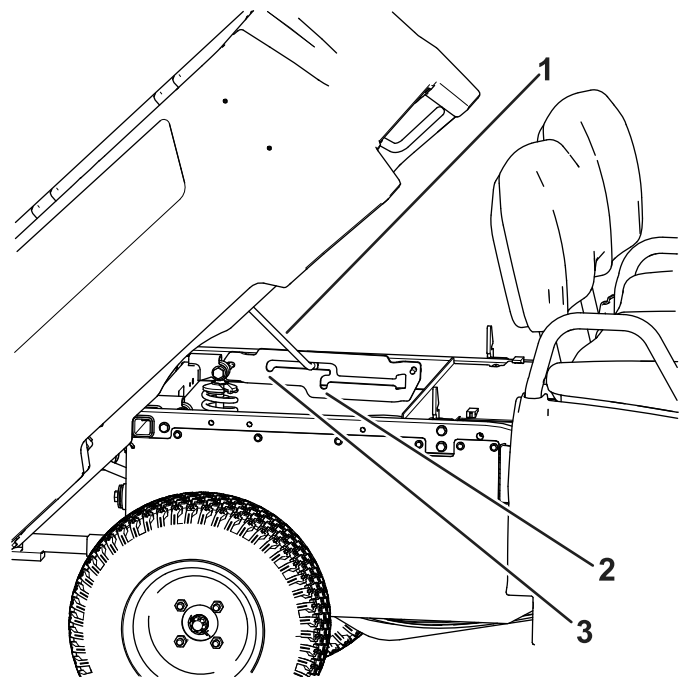

Figura 18
2. Tire de la varilla de sujeción hasta la ranura de retención de la posición de volcado para fijar la plataforma antes de volcar la carga (Figura 18).
2. Tire de la varilla de sujeción hasta que entre en la ranura de retención de la posición de servicio, para afianzar la plataforma mientras se realizan tareas de mantenimiento (Figura 18).
2. Extraiga la varilla de sujeción de la muesca de la ranura (Figura 18).